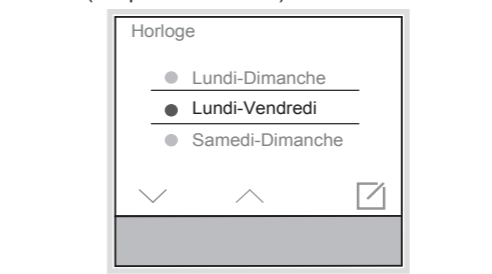

Figure 12 : Réglage de l'horloge
- Avec [OK], confirmer (figure 12).